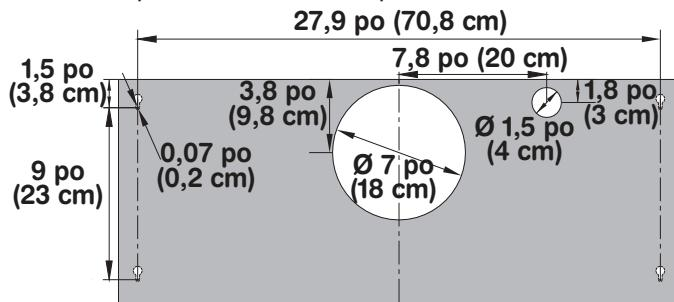

Figure 6-1
- Percer quatre trous dans l'armoire suspendue en respectant les dimensions de la position d'installation. Voir la figure 6-1 ou 6-2.